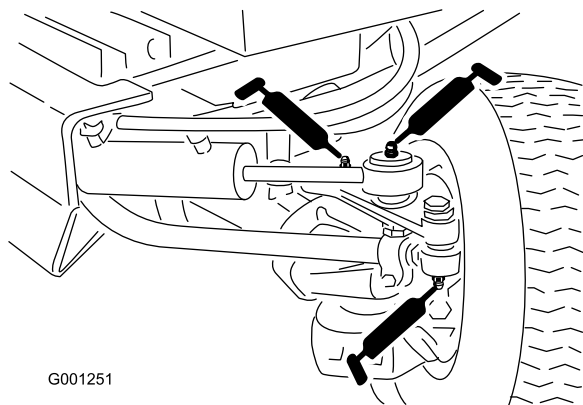

Figura 45
- Extremidades da barra de ligação (2) (Figura 45)
- Extremidades da barra do cilindro (2) (Figura 45)
- Articulações da direção (2) (Figura 45)
- Pino da articulação do eixo (Figura 45)